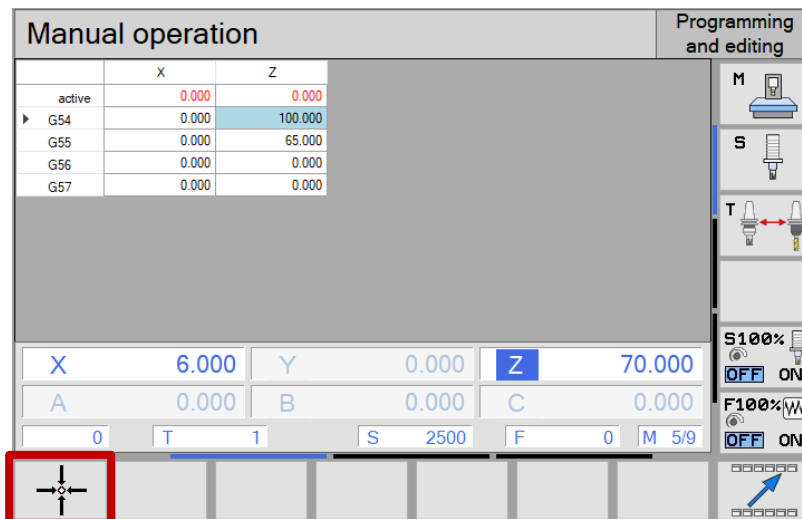

Рис.153. Кнопка для ввода координаты текущего положения в таблицу
7. На экране пульта управления нажать кнопку для ввода координаты текущего положения в таблицу (рис.153);